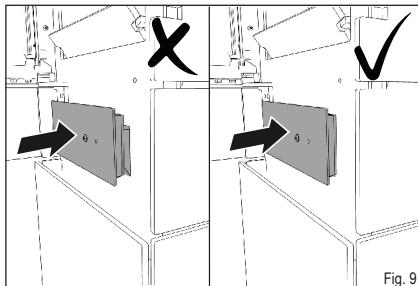

Fig. 9
- ✓ Faites glisser le bac à cendres dans l'ouverture de manière à ce qu'il soit hermétiquement fermé (Fig. 9).